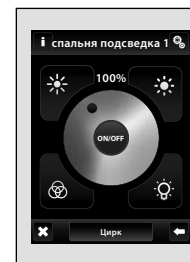

рис. 158
- включение: долгим нажатием (>3с) кнопки ON/OFF. Включенное устройство отображается в инвертированных цветах (рис. 158).